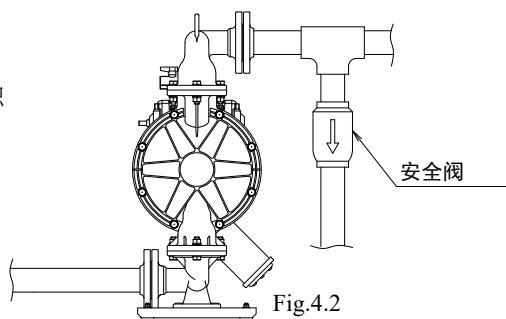

Fig.4.2
- 当移送液剂的体积因泵的设置场所环境而产生较大变化时，请在排出侧安装安全阀，使其在达到容许压力时能够打开。（参照Fig. 4.2）由于液剂的体积变化而使泵的内部压力超过容许压力时，可能成为破損的原因。